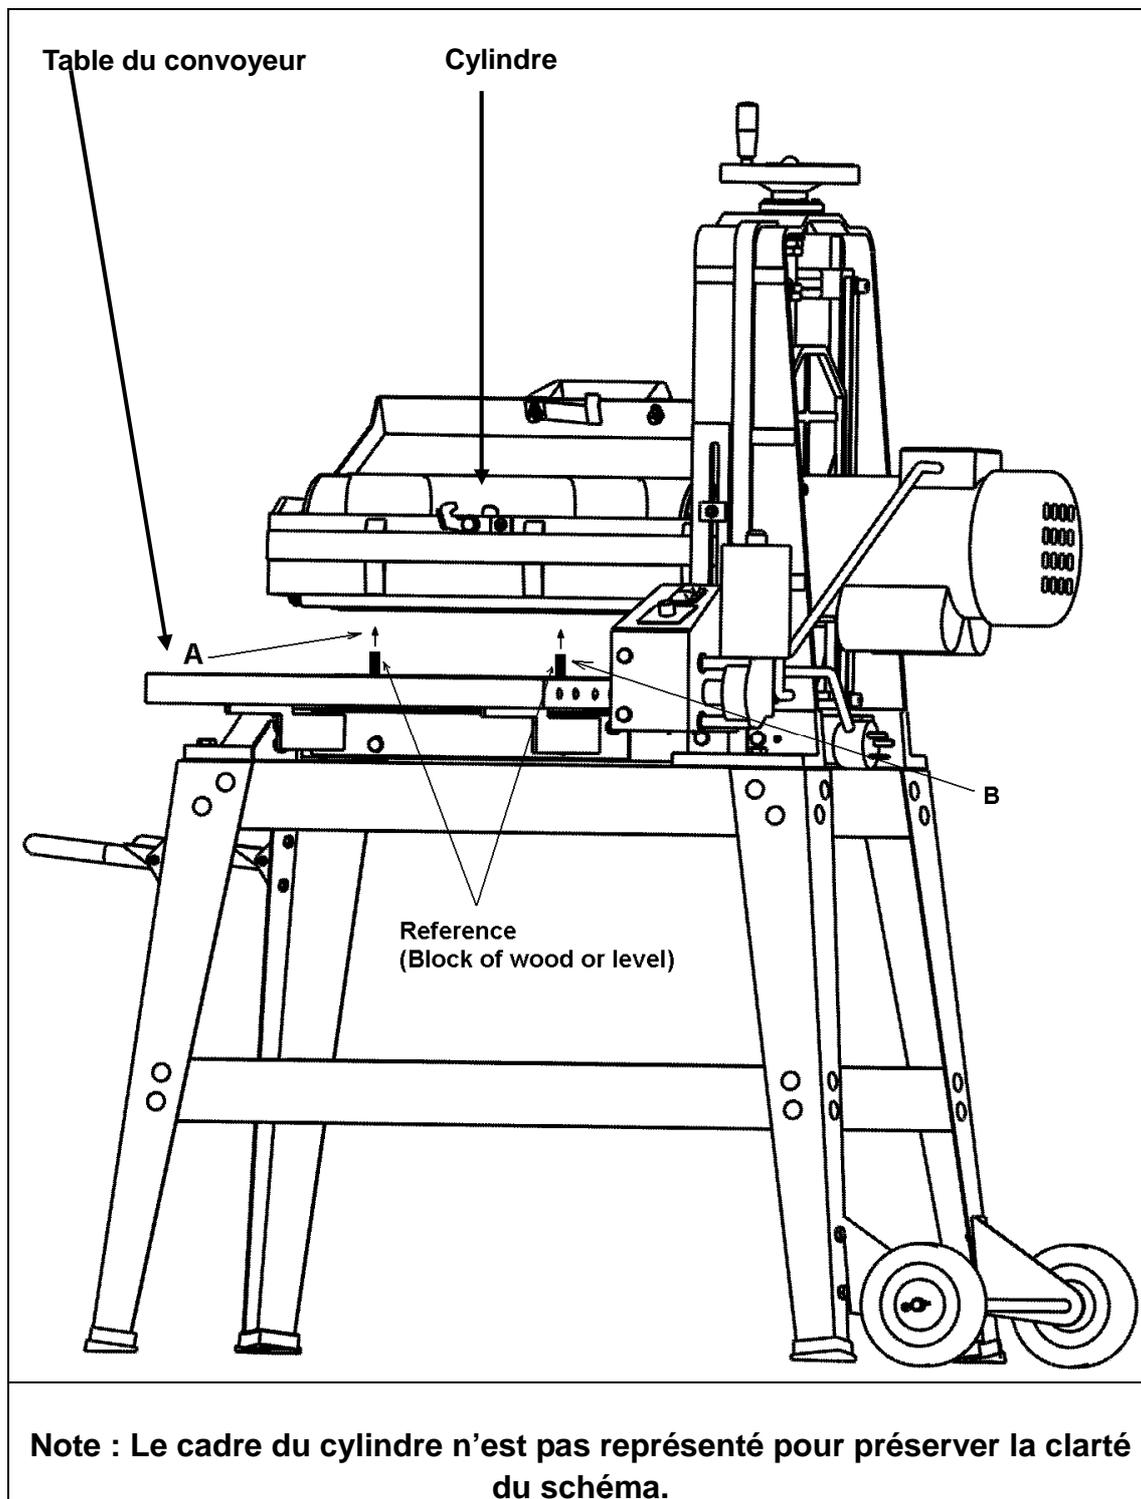

Figure 8
11. **ARRETEZ LA MACHINE** et vérifiez de nouveau que les boulons de montage du moteur / cylindre et rouleaux d'entrée sont bien serrés après environ 50 heures de fonctionnement. (Reportez-vous à la Figure 8.)
cylindre. Le but de ce réglage est d'obtenir des distances équivalentes au point A et au point B permettant que le cylindre soit parallèle à la table d'avance et assurant un ponçage uniforme. (Reportez-vous à la Figure 8.)